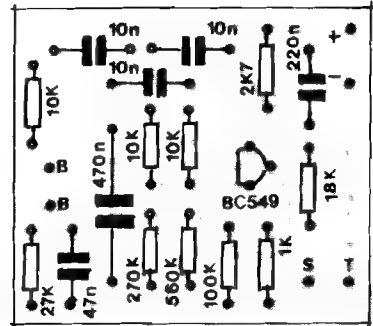

Fig.3
**- FIG. 3 - "CHAPEADO" DA MONTAGEM** - O "outro" lado da placa (face não cobreada), já com todas as peças posicionadas e identificadas, pelos seus códigos, valores, etc. Obser-